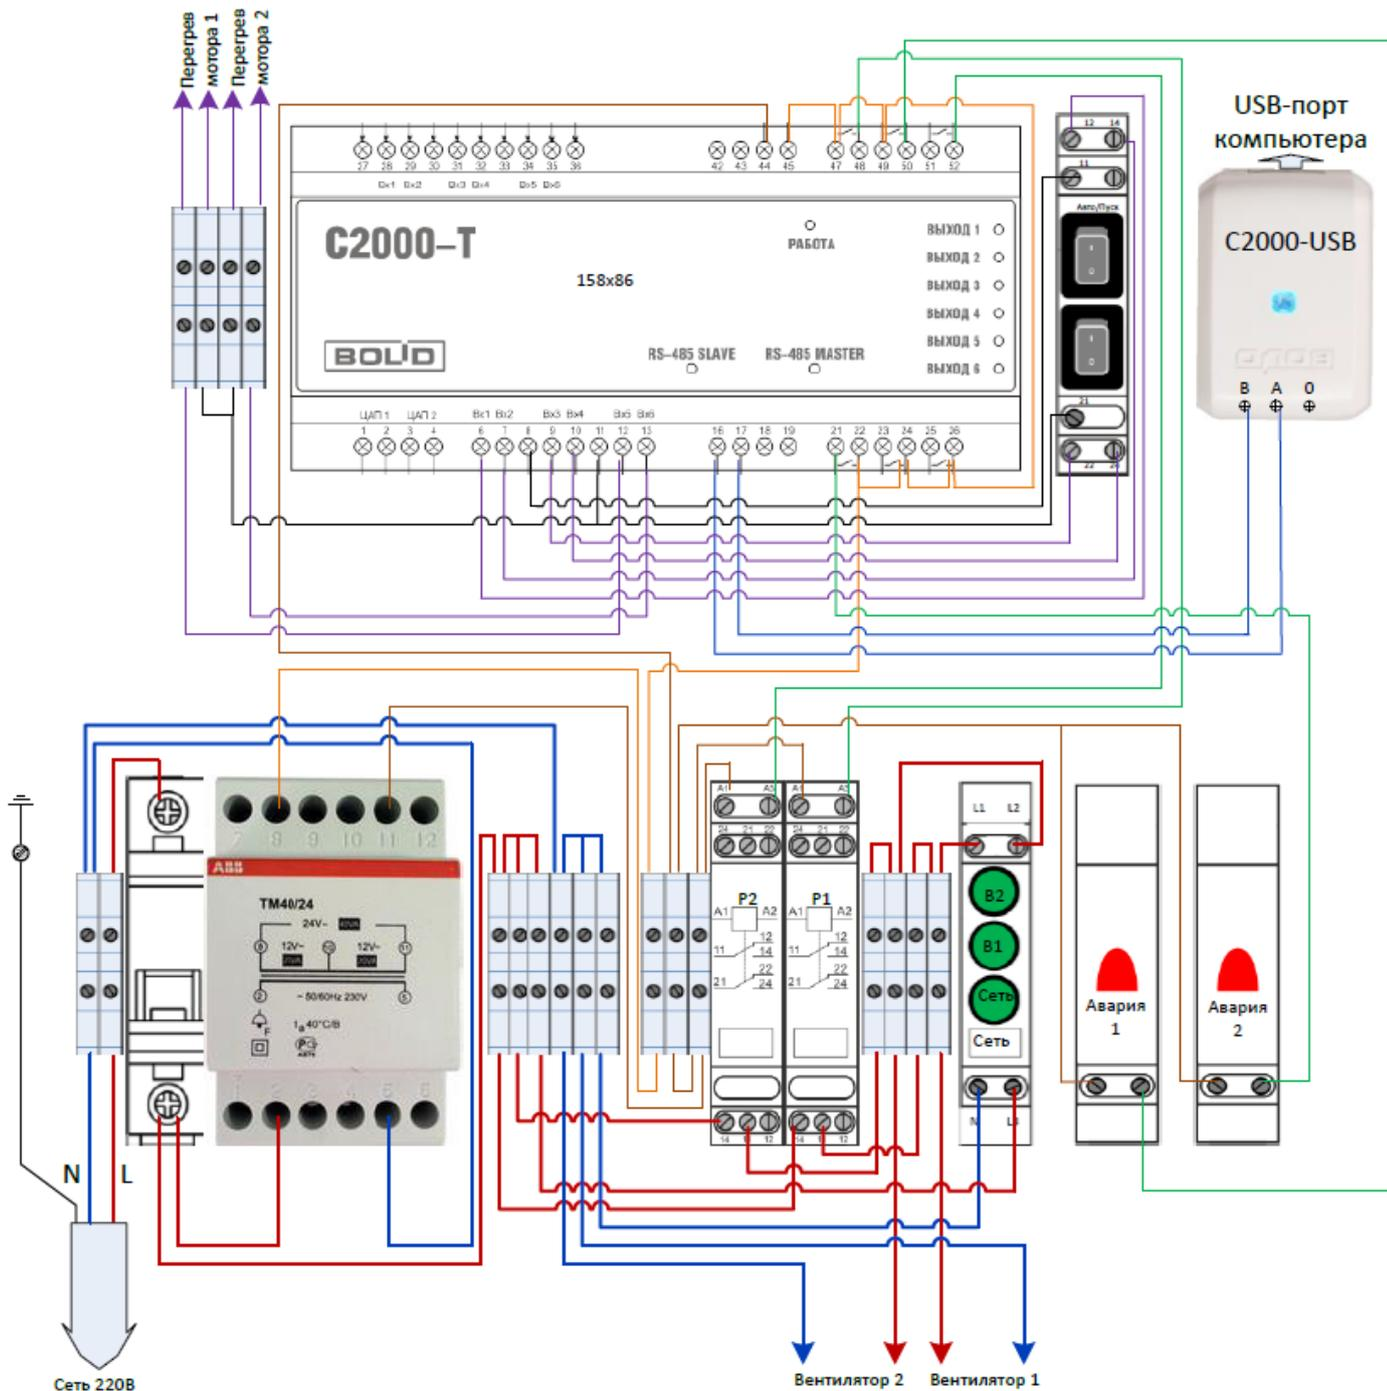

Рис.3. Схема электромонтажная
- 4.3. Разместите на DIN рейках оборудование в соответствии со схемой электромонтажной рис.3.
- 4.4. Соедините внутреннее оборудование бокса в соответствии со схемой электромонтажной рис.3. При этом силовые цепи монтируйте проводами с сечением 1,5 кв.мм, а слаботочные – 0,75 кв.мм. Для удобства монтажа и проверки провода разных функциональных групп лучше выполнять проводниками разных цветов. Убедитесь в прочном механическом закреплении проводников в клеммах оборудования и клеммных колодок. Убедитесь в правильности монтажа визуально и с помощью тестера.
- 4.9.** Проложите слаботочные кабели и силовые кабели моторов к боксу. Прокладка кабелей должна осуществляться в гофрированной ПВХ трубе, прикреплённой к стенке кабельными клипсами. В боксе освободите в предназначенных для этого местах отверстия для ввода кабелей, введите кабели и соедините их: кабели датчиков подключите к клеммным колодкам в верхней части бокса в соответствии со схемой электромонтажной рис.3. Силовые кабели насосов подключите к клеммным колодкам в нижней части бокса в соответствии со схемой электромонтажной рис.3.
- 6.2. Восстановите все внешние кабельные соединения бокса в соответствии со схемой электромонтажной рис.3. Проверьте механическую надёжность подключения кабелей к клеммным колодкам бокса.